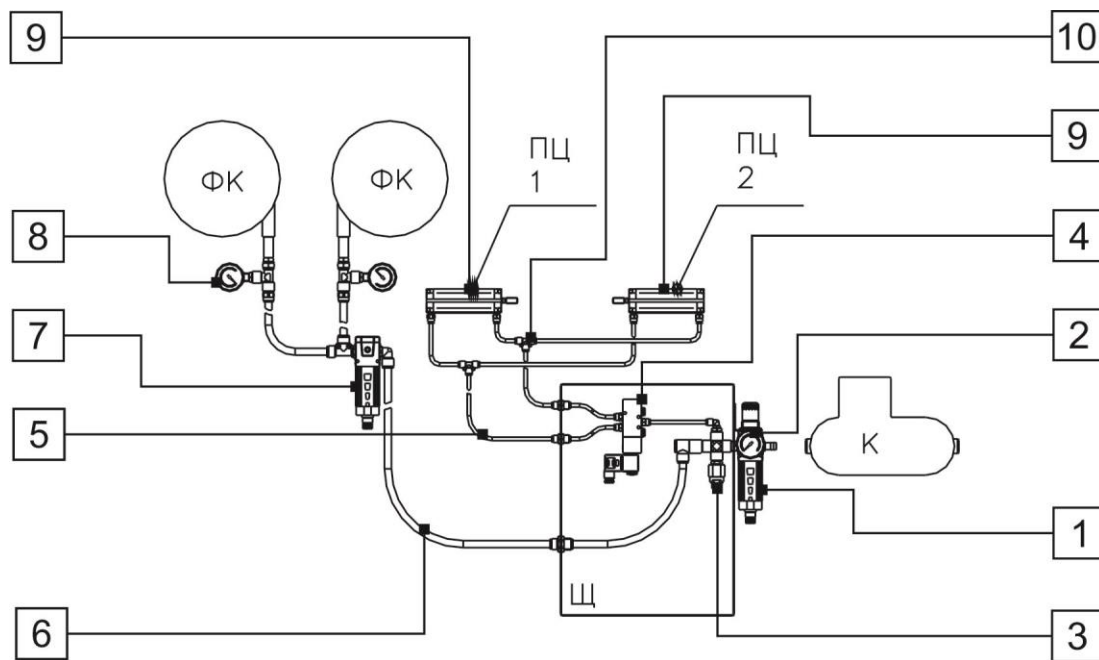

Рис. 18.
4.13. НАПРАВЛЯЮЩИЕ И РЕГУЛИРУЮЩИЕ ПНЕВМАТИЧЕСКИЕ КОМПОНЕНТЫ (только для модификации «М-3050-М21») обеспечивают функционирование системы регенерации кассетных фильтров фильтровального агрегата. Направляющие и регулирующие пневматические компоненты компактно размещены в отдельном шкафу. Сигналы, управляющие работой пневматических компонентов, согласно программе цикла, поступают от выносного электрического пульта с блоком автоматического управления БАУ «МИКРОН». Направляющие и регулирующие пневматические компоненты (Рис. 18) включают в себя: фильтр-регулятор MD1-FR0000-1/4 (1), манометр M053-P10 (2), реле давления РМ11-NA (3), электропневматический распределитель 358-015-02-U7H (4), трубки HTR 6/4 (5), трубки HTR 12/10 (6), фильтр MD1-F000-1/4 (7), манометр M053-P12 (8), пневматический цилиндр (9), тройник (10).